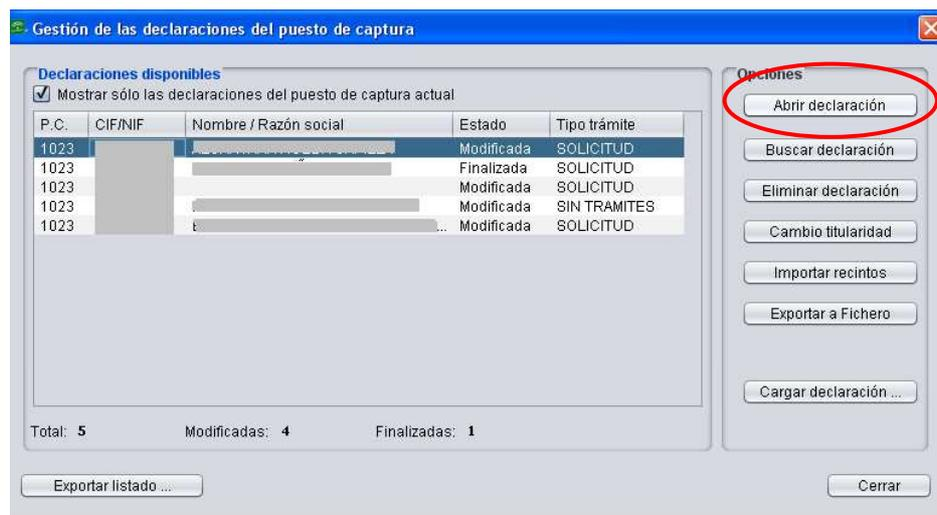

Fig. 84
- a. Seleccionando una declaración del listado y pulsando “Abrir declaración” (Fig. 84).